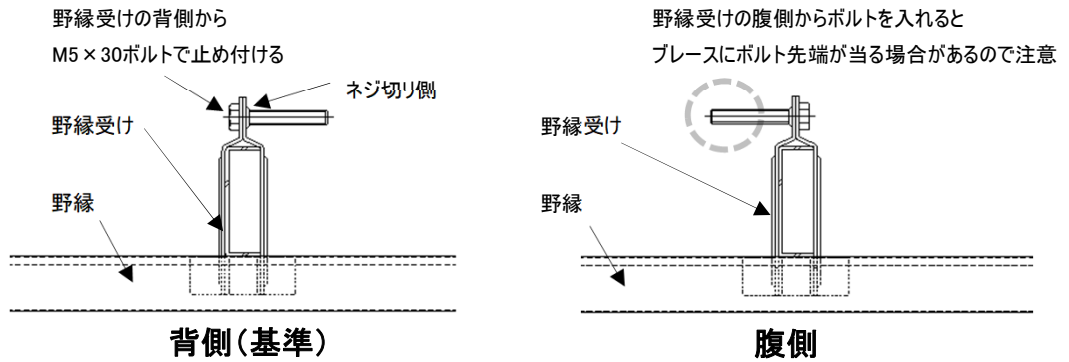

図 2-4 ビスクリップの取り付け方
- ・ 基準は、野縁受けの背側にM5×30ボルト頭が来るように取り付ける。(図2-4、2-5参照)